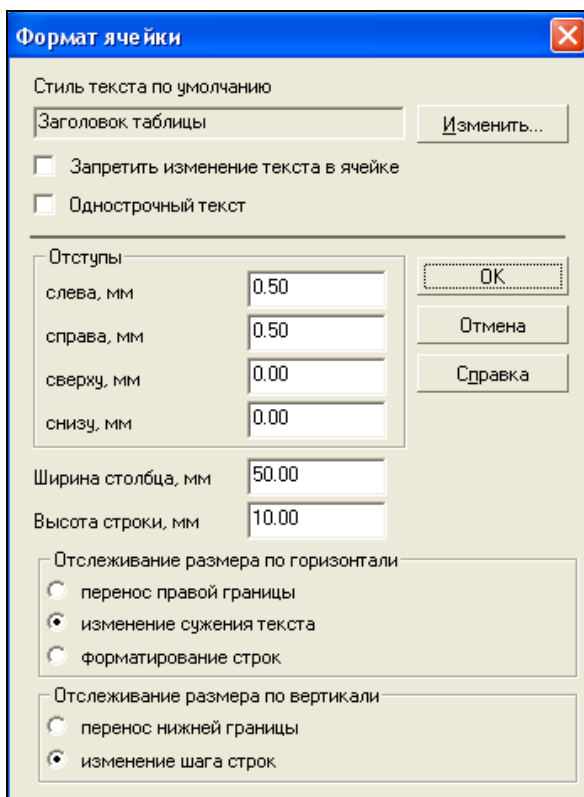

Рис. 24.10. Диалоговое окно **Формат ячейки**
- ◆ на Панели свойств щелкните ЛК мыши по кнопке **Формат ячейки** . На экране появится диалоговое окно **Формат ячейки** (рис. 24.10), элементы управления которого рассмотрены в табл. 24.4.